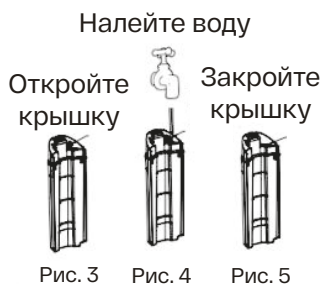

Рис. 6
4. Установите резервуар для чистой воды в правильное положение в корпус пылесоса до щелчка фиксатора (см. рис. 6 и 7).